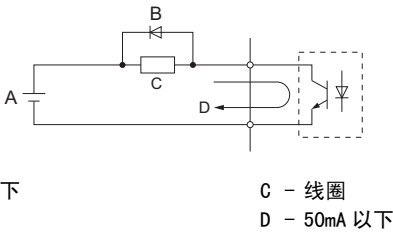

图 19 旁路二极管的连接
- <2> 驱动继电器线圈等电抗负载时，请务必如图 19 所示，插入旁路二极管。请选择额定值高于回路电压的旁路二极管。